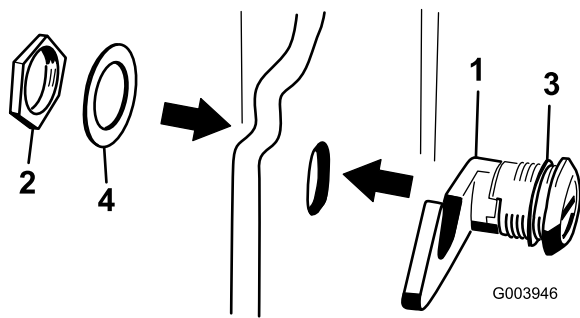

Figura 16
3. Retire la tuerca del conjunto de cierre del capó (Figura 16).